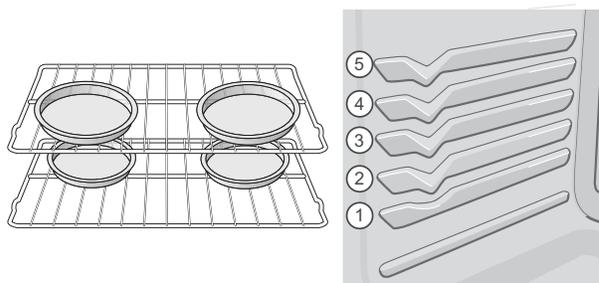

Figura 9: posiciones de las parrillas (der.) y espacio adecuado entre los utensilios (izq.)
- Cuando hornee tortas o galletas con 2 parrillas, coloque los utensilios como se muestra en la figura 9 y coloque las parrillas en las posiciones 2 y 4.
- Organice las parrillas del horno cuando estén frías. Para obtener resultados óptimos de dorado, precaliente el horno durante 2 minutos antes de agregar los alimentos. Si se utilizan varias parrillas, coloque los alimentos en las parrillas como se muestra en la figura 9.